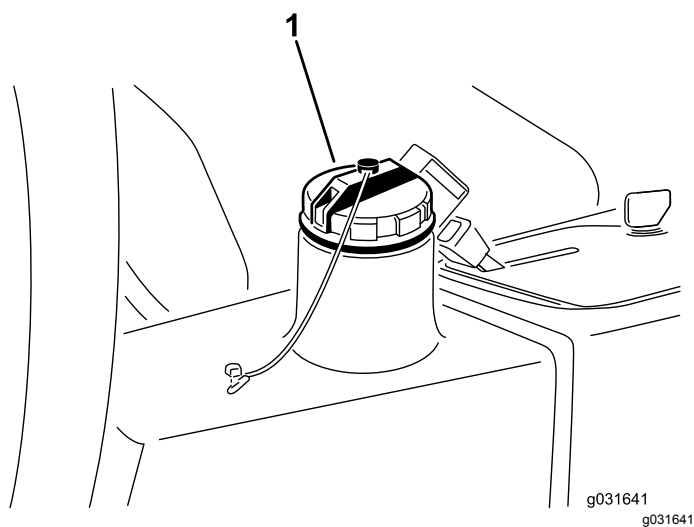

図 63
2. 油圧オイルタンクの注油口とキャップの周辺をきれいに拭く **図 63**。
3. オイルタンクのキャップを取る **図 63**。